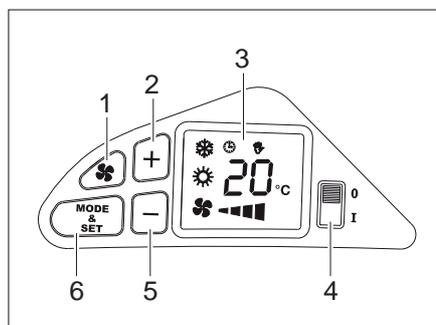

Fig. 127 Panneau de commande
- Enclencher la climatisation avec l'interrupteur (Fig. 127,4). A l'enclenchement, le système attend toujours 2 minutes avant d'enclencher le compresseur et de se mettre en service.
- Sélectionner le mode de fonctionnement désiré avec la touche (Fig. 127,6).
- Les symboles à l'écran (Fig. 127,3) indiquent le mode de fonctionnement sélectionné:
- En appuyant simultanément sur la touche (Fig. 127,1) et une des touches (Fig. 127,2) ou (Fig. 127,5), on règle la vitesse de ventilation en mode manuel.
- En appuyant sur les touches (Fig. 127,2) ou (Fig. 127,5), on règle la température
- Mettre la climatisation hors service avec l'interrupteur (Fig. 127,4).